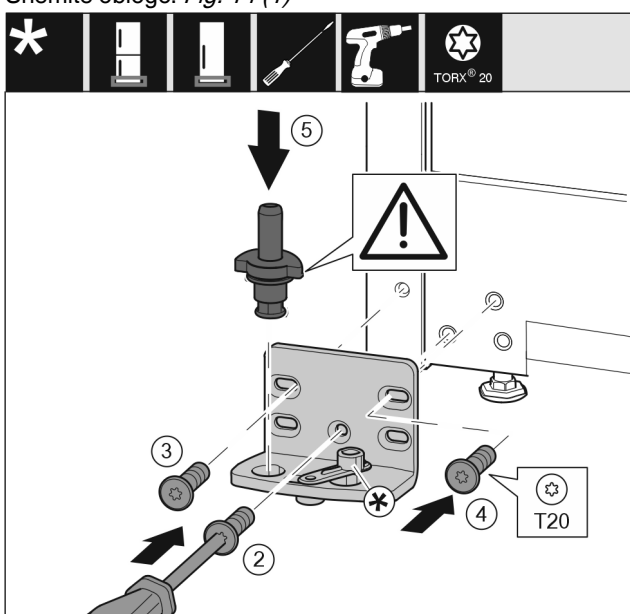

Fig. 15
- Ležajni podstavek namestite na drugo stran in privijte s pomočjo izvijača T20. Pričnite z vijakom 2 spodaj na sredini. Fig. 15 (2)
- Privijte vijaka 3 in 4. Fig. 15 (3,4)
- V celoti vstavite ležajni sornik. Pri tem pazite na to, da je zaskočni zapah obrnjen nazaj. Fig. 15 (5)